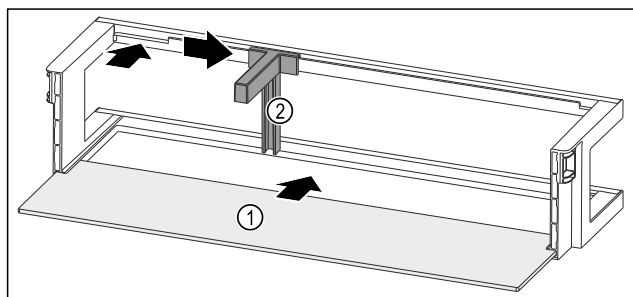

Fig. 121 带搁板的门边存放架
- ▶ 将搁板 Fig. 121 (1) 推入侧面凹槽。
- ▶ 将瓶托 Fig. 121 (2) 装入槽中。
- ▶ 将瓶托 Fig. 121 (2) 推至一侧的所需位置。